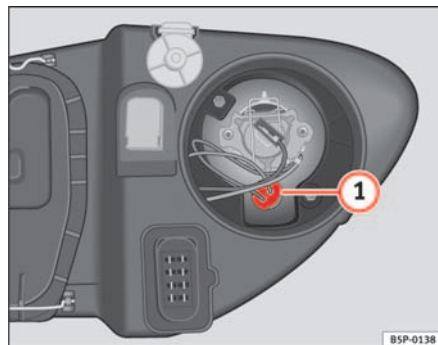

Fig. 187 Luz de presença
- Extrair o porta-lâmpadas ⇒ fig. 187 ① para fora.